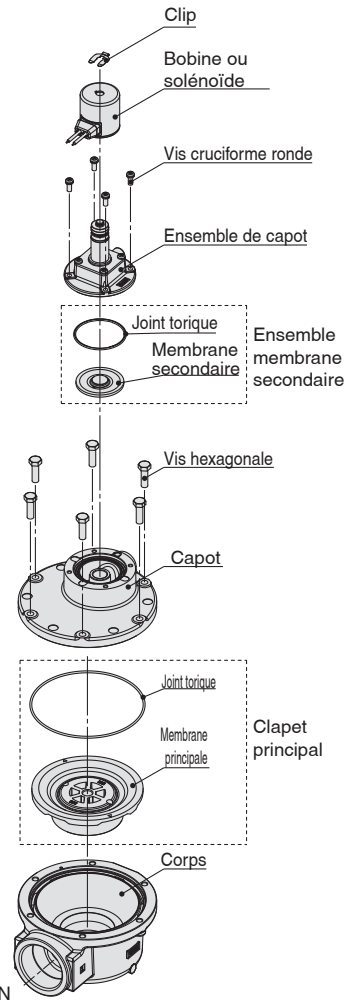

Fig. 2 Position du joint torique
- Montez le joint torique sur la rainure du corps. (Voir fig. 2)